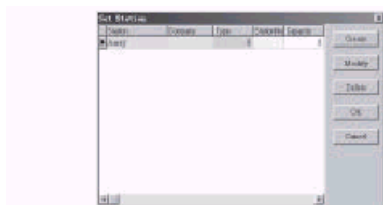

Fig. 4-2 Cuadro de diálogo de Diseño de Estación
2. Aparecerá automáticamente un cuadro de diálogo de diseño de estación en el sistema, como se ve en la Fig. 4-2.
3. Si Ud. diseña una estación por primera vez, haga clic en **Create** a la derecha de la Fig. 4-2 para ingresar al cuadro de diálogo de configuración de estación, como se ve en la Fig.4-3. Si su sistema ya tiene una estación diseñada, haga clic en **Modify** para modificar la estación existente e ingresar al cuadro de diálogo de configuración de estación. O haga clic en **Delete** para primero para borrar la estación existente y luego haga clic en Create para ingresar al cuadro de diálogo de Config. de Estación.